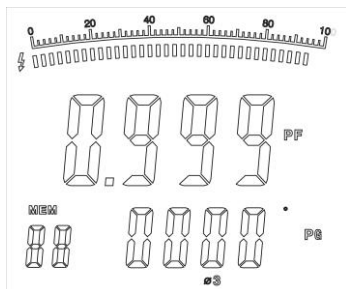

Figure 20
Réappuyez sur **SEL** pour sélectionner la troisième phase (figure 20).
- Pressez **SEL** pour sélectionner la troisième phase (figure 20).